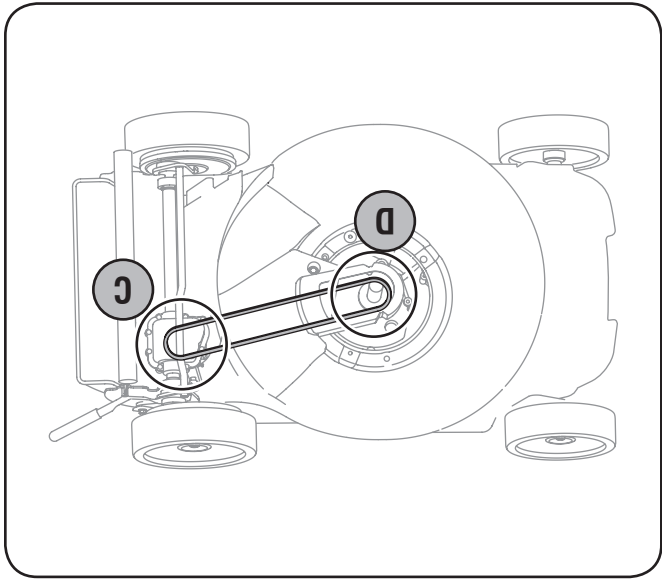

Fig. 7-3
- d. Quand la courroie est dégagée de la transmission, abaissez le déflecteur du plateau de coupe pour pouvoir atteindre la poulie motrice et dégager la courroie de la poulie et de dessous le plateau de coupe. Voir la Fig. 7-3.